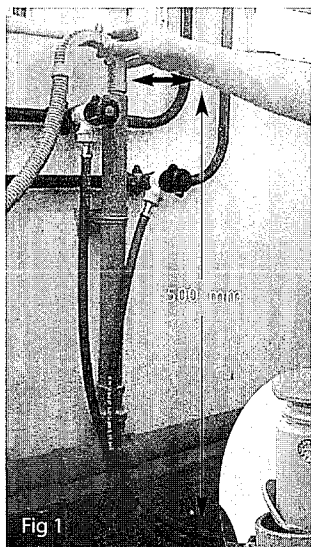

Fig 1
1. Assurez-vous que le haut du tuyau de refoulement est positionné à au moins 500 mm du sol (Fig. 1).